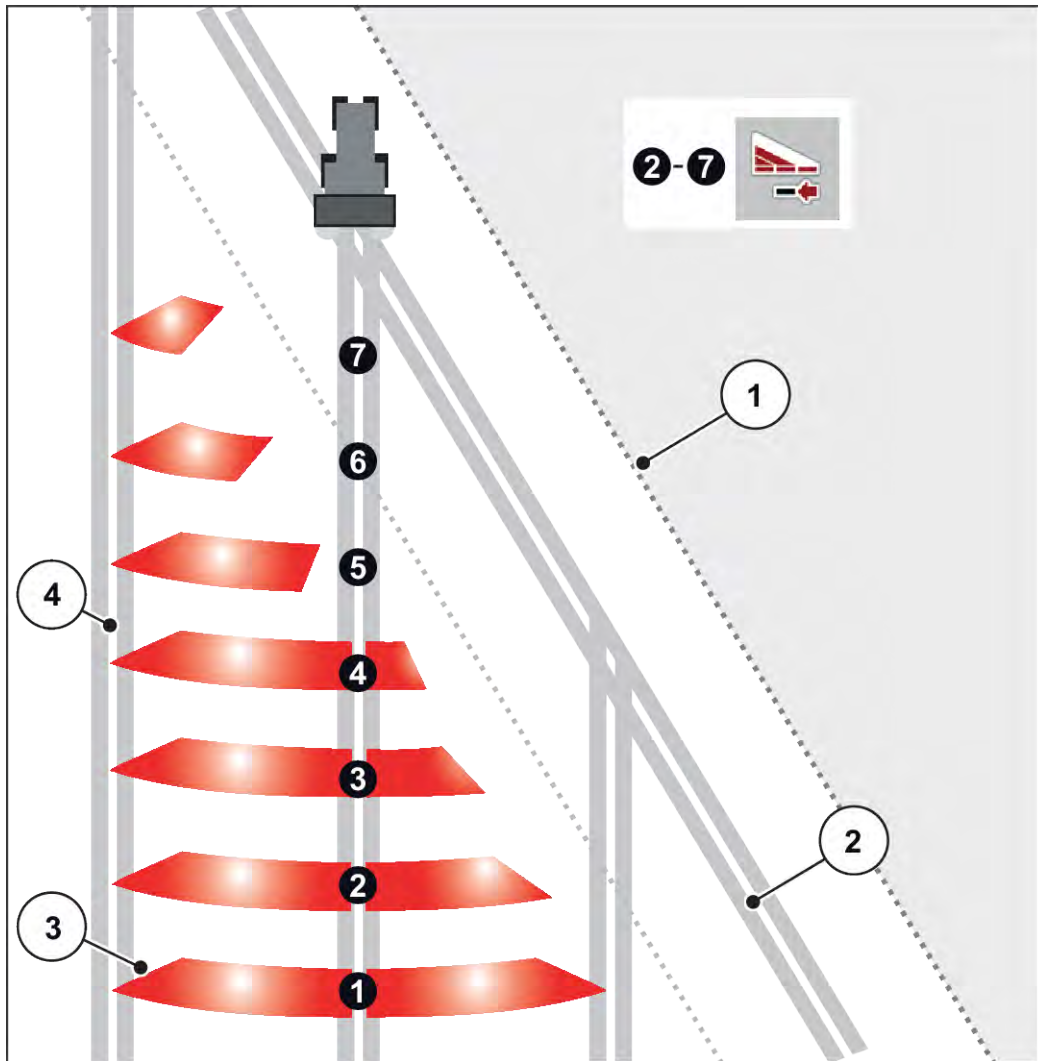

图 38: 自动工作行宽换挡装置
- 可从外侧到内侧或从内侧到外侧切换工作行宽。参见 图 38 自动工作行宽换挡装置